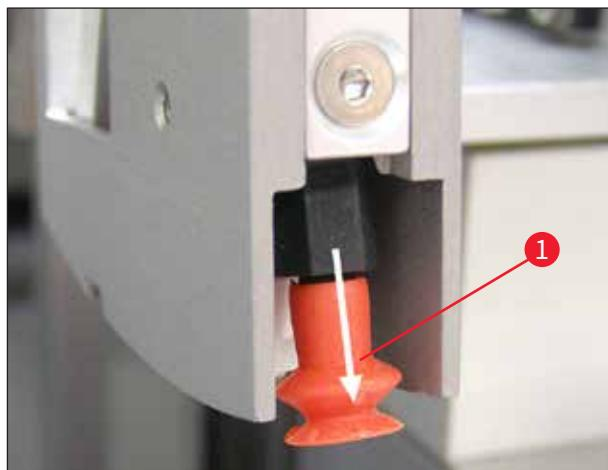

图 51
- 如果吸盘出现明显变形或损坏，则必须更换。进行更换时，用手指向下拉出吸盘(→图 51)，更换新吸盘。